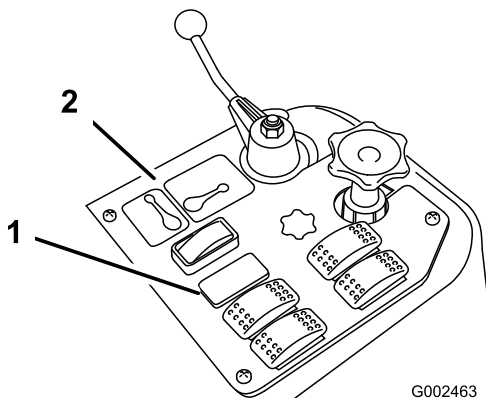
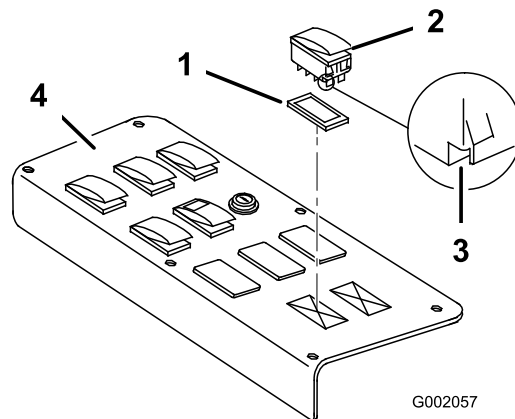

Figure 17
Figure 18
1. Déposez le panneau de commande de pulvérisation pour exposer le côté inférieur (Figure 17 pour le modèle 1200 et Figure 18 pour le modèle 1250).
2. Retirez l'obturateur qui occupe l'emplacement de l'interrupteur des rampes soniques sur le panneau de commande et montez l'interrupteur (Figure 17 pour le modèle 1200 et Figure 18 pour le modèle 1250).
Remarque: Orientez l'interrupteur comme illustré à la Figure 18, avec l'encoche dirigée vers l'arrière du véhicule.